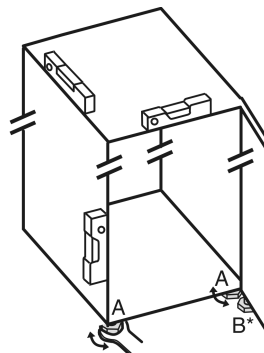

Fig. 24
- ▶ Seřizovací nožky Fig. 24 (A) vyšroubujte pomocí přiloženého vidlicového klíče a pomocí vodováhy, dokud nebude spotřebič pevně vyrovnaný.
- ▶ Seřizovací nožku Fig. 24 (B) na stojanu ložiska vytáchejte pomocí přiloženého vidlicového klíče, až dosedne na zem.
- ▶ Seřizovací nožku Fig. 24 (B) otočte maximálně o dalších 90°, abyste zabránili poškození dveří.